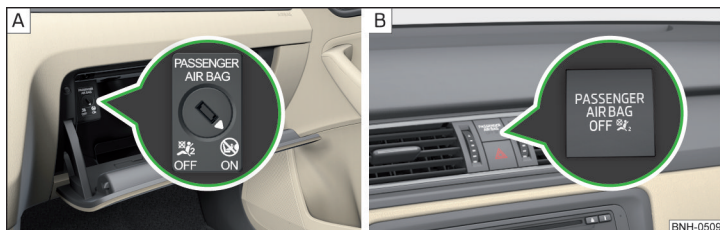

Fig. 11 Comutator cu cheie pentru airbagul frontal al pasagerului față/lampă de control pentru airbagul frontal al pasagerului față
Airbagul frontal al pasagerului față se poate dezactiva de la comutatorul cu cheie » fig. 11 la pagina 19 - A.
Pozițiile comutatorului cu cheie » fig. 11 - A
- » Cu ajutorul cheii, rotiți cu grijă fanta comutatorului cu cheie » fig. 11 - A în poziția **OFF**.
- » Verificați dacă, după cuplarea contactului, este aprinsă lampa de control **OFF** »¹⁾ sub inscripția **PASSENGER AIR BAG** » fig. 11 - B.
- » Cu ajutorul cheii, rotiți cu grijă fanta comutatorului cu cheie » fig. 11 - A în poziția **ON**.
- » Verificați dacă, după cuplarea contactului, nu este aprinsă lampa de control **OFF** » sub inscripția **PASSENGER AIR BAG** » fig. 11 - B.